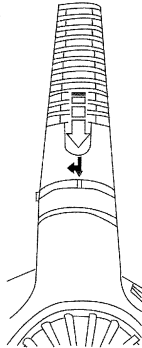

FIG. 1
Si en todos los accesorios disponibles se desea montar la boquilla de extensión (17) simplemente hay que actuar como ilustrado en las fig.1 y fig.2